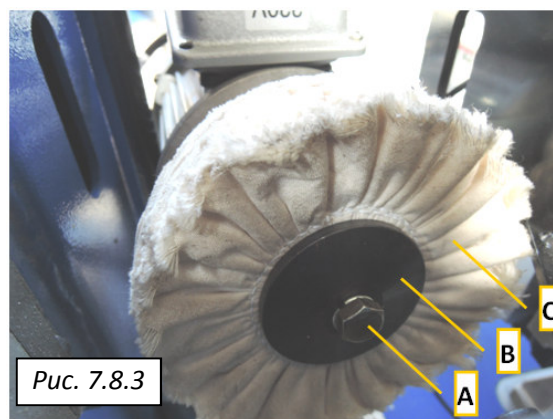

Рис. 7.8.3
2. Ослабьте винт **A** (Рис. 7.8.3)
3. Вытяните фланец **B** (Рис. 7.8.3)
5. Установите новый комплект кругов (из 3 шт.) согласно схеме (Рис. 7.8.3)
6. Хорошо затяните стопорный винт **A** (Рис. 7.8.3).